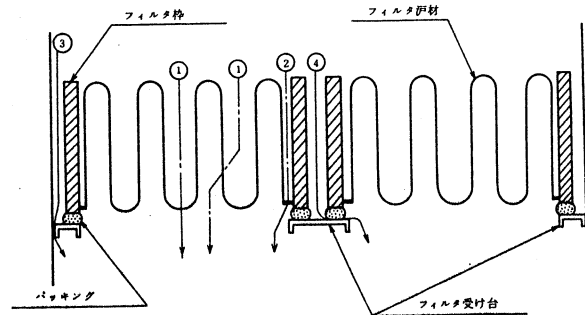

図1. HEPAフィルタからのリーク
HEPAフィルタの性能を十分に引き出すには、適切な使用法によらねばならない。最も多い事故は、フィルタ本体及びその取付部からのリーク（粒子の漏れ）である。フィルタからのリークは、発生箇所により様々で、これらを図1に示す。①はフィルタ母材のピンホールによるもの、②は、フィルタ母材と枠の接着が不完全なために起るものである。①、②によるリークは、フィルタ製造メーカーの出荷検査でチェックされる。フィルタ取扱い時に、①のピンホールを発生させてしまうこともある。③、④はフィルタ取付けの不備によるもので、③はフィルタ受け台のシーリングの不完全さによるもの、④はフィルタの締め付けが不十分な場合発生する。①～③によるリークが発生した場合、粒子のリーク量は極めて大きくなり、クリーンベンチ等の製品の出荷検査で、容易に発見できる。④に示したフィルタの締め付けが不十分なことによるリークは、締め付け強度により、リーク量は種々異なる。また、従来のリーク検査は、 0.3 又は $0.5\ \mu\text{m}$ 以上の粒子を対象としていた。このため、 $0.1\ \mu\text{m}$ の如く微小粒子に対しては検査がなされていない。